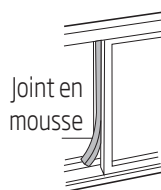

Fig. 15
5. Découpez le joint en mousse à la longueur appropriée, puis scellez l'interstice situé entre la fenêtre coulissante et la fenêtre extérieure. Comme indiqué dans la Fig. 15.